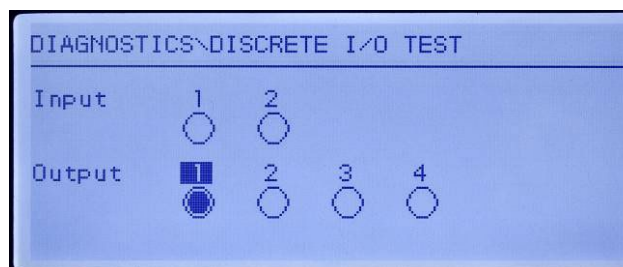

Abbildung 5-13: Bildschirm „Diskreter I/O-Test“, Ausgang 1 aktiv
3. Der Fokus für die Steuerung eines spezifischen Ausgangs wird als Invertierung der Zahl über dem Ausgang angezeigt. Wenn sich ein Ausgang im Fokus befindet, wird durch Drücken der Navigationstaste AUF der Ausgang auf EIN gestellt. Ein kleiner, ausgefüllter Kreis wird angezeigt und weist darauf hin, dass der Ausgang auf EIN gestellt wurde. Die ist in Abbildung 5-13 dargestellt.